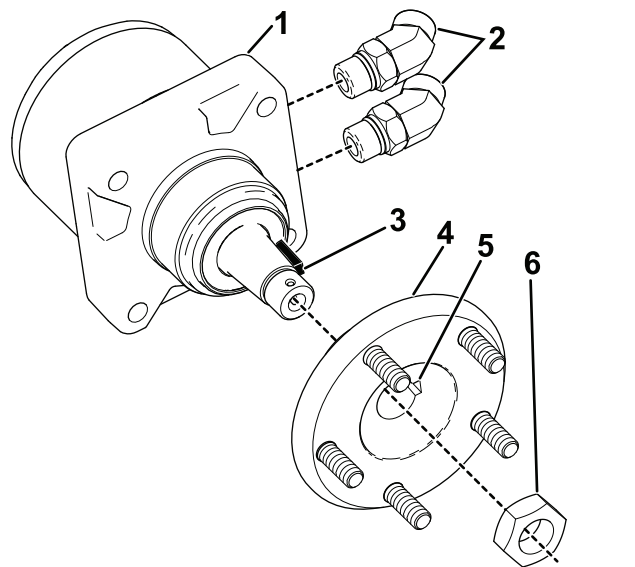

Figura 2
4. Fate scorrere un mozzo (fornito nel kit) su ciascuno dei motori, allineando la chiavetta Woodruff del motore con la scanalatura sul mozzo (Figura 2).
6. Montate due raccordi idraulici a 45° in ciascun motore (Figura 2). Posizionate i raccordi in modo che siano rivolti direttamente indietro.